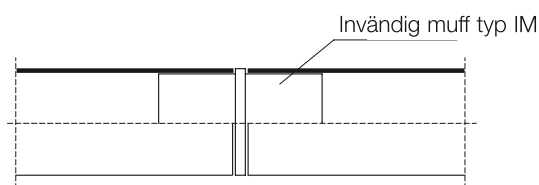
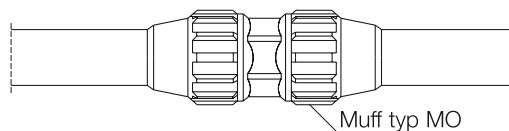

Bild 10 Sammankoppling med invändig muff typ IM
Bild 11 Sammankoppling av opto rör med muff typ MO
2. Sammankoppling av släta rör typ A,SRS,BE görs med hjälp av de fasta muffarna på rören. Om man använder släta rör typ UM använder man sig av invändiga skarvmuffar typ IM (Bild 10) eller grustäta muffar typ M. Det är även möjligt att sammanfoga släta skyddsrör genom spegelsvetsning eller använda elektromuffar. Rör av typ OPTO sammankopplas med hjälp av muff typ MO (Bild 11), muff typ MOS eller muff typ MOAL.